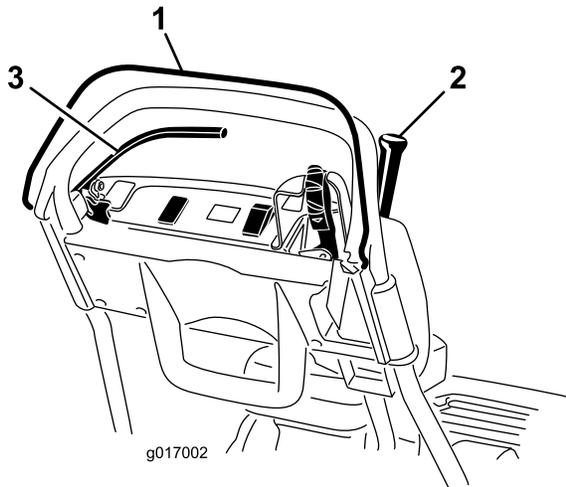

图34
3. 放开操作员到位控制装置后，尝试接合牵引杆（图34）。牵引杆应该不能接合。如果牵引杆能够接合，则需要对联锁系统进行维修。请在操作机器之前纠正该问题；请参阅 维护牵引联锁开关（页码 32）。
4. 压下操作员到位控制装置并接合牵引杆，然后松开操作员到位控制装置（图34）。牵引杆应脱离。如果牵引杆不能分离，则需要对联锁系统进行维修。请在操作机器之前解决该问题。请参阅 维护牵引联锁开关（页码 32）。
5. 压下操作员到位控制装置并将换挡控制杆移至左侧，接合牵引和滚刀驱动装置，然后松开操作员到位控制装置（图34）。牵引杆应脱离。如果牵引杆不能分离，则需要对联锁系统进行维修。请在操作机器之前纠正该问题；请参阅 维护牵引联锁开关（页码 32）或 调整滚刀控制装置（页码 34）。